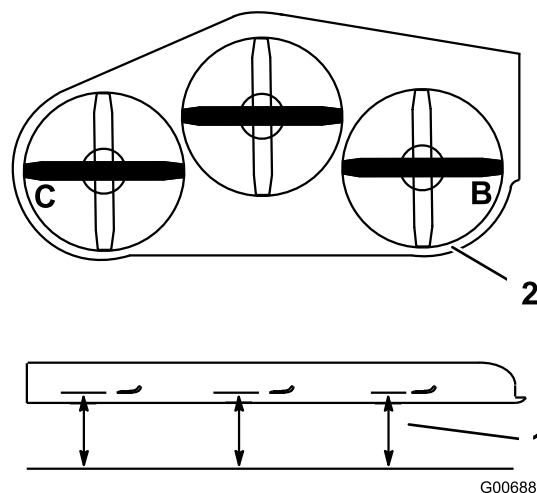

Figure 99
1. Tournez la lame droite dans le sens latéral (Figure 99).
2. Mesurez la distance au point B entre la surface plane et le tranchant de la pointe de la lame droite (Figure 99).
4. Tournez la lame gauche dans le sens transversal (Figure 99).
5. Mesurez la distance au point C entre la surface plane et le tranchant de la pointe de la lame gauche (Figure 99).